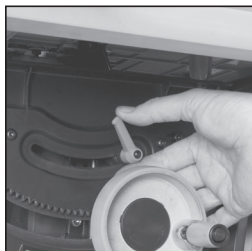

Fig. 13
- La vis de fixation pour l'angle d'inclinaison (**fig. 13**) est desserrée en tournant le levier de fixation pour l'angle d'inclinaison.